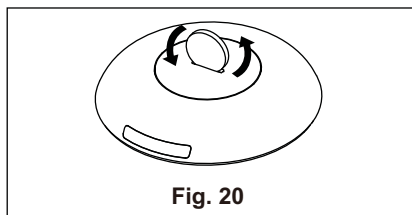

Fig. 20
- 2.** Folosiți o monedă sau ceva similar pentru a roti capacul spate în sensul invers acelor de ceasornic pentru a-l deschide. (Fig. 20 și 21)